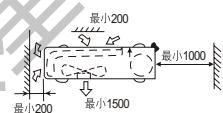

图3 机器户外部分所需空间
- 确定机器四周留有充分空间，并尽可能地远离障碍物，以便操作和维修，见图3。